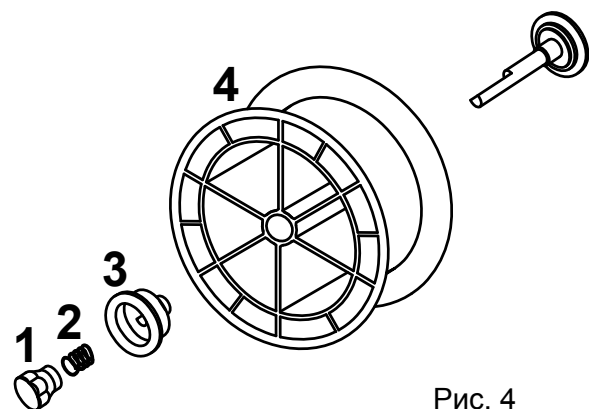
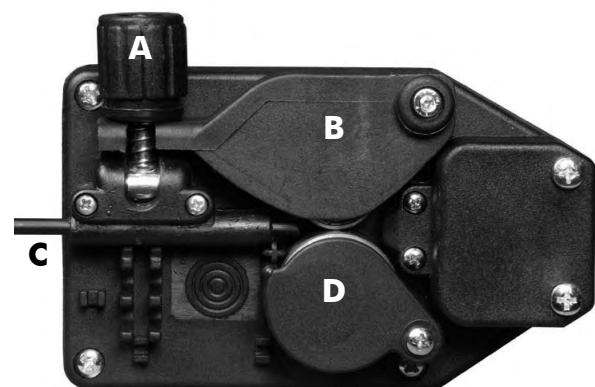

Рис. 4
Рис. 5
- Откройте боковую панель отверстия катушки. Отвинтите гайку (1) разматывателя (барабанный тормоз) и удалите пружину (2) и внешнее кольцо (3) (рис. 4).
- Снимите пластмассовую оболочку катушки (4) и вставьте её в разматыватель. Снова установите внешнее кольцо (3), пружину (2) и пластмассовую стопорную гайку (1), вместе составляющие систему замедления скорости катушки. ПРИМЕЧАНИЕ. Не слишком затягивайте гайку - излишняя затяжка увеличивает усилие двигателя, который тянет проволоку, тогда как слабое усилие не позволяет катушке по окончании сварки немедленно остановиться.
- Ослабьте и опустите пластмассовую рукоятку (А) и поднимите прижимной рычаг проволоки (В) (рис. 5). Удалите возможные остатки проволоки из кожуха проволоковода.
- Выпустите проволоку с катушки и с помощью двух зажимов прочно удерживайте так, чтобы она не могла развернуться. При необходимости распрямите конец проволоки перед тем, как вставить его во входную направляющую (С). Вставьте туда проволоку, пропустив её под нижними роликами (D) и вставив в кожух проволоковода.